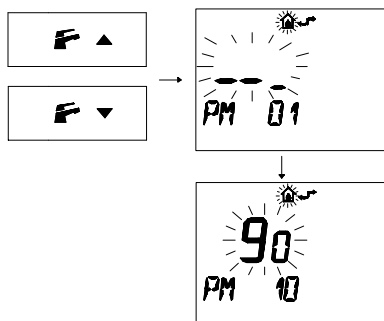

Figura 5.35
- Premere i pulsanti o per visualizzare la programmazione "PM10" selezione della frequenza di accensione (Figura 5.35).
- Nella Figura 5.35 si visualizza un SET programmato di **90** corrispondente ad un tempo di riaccensione di 3 minuti circa. Il campo di regolazioni è da 0 a 8 minuti e mezzo.